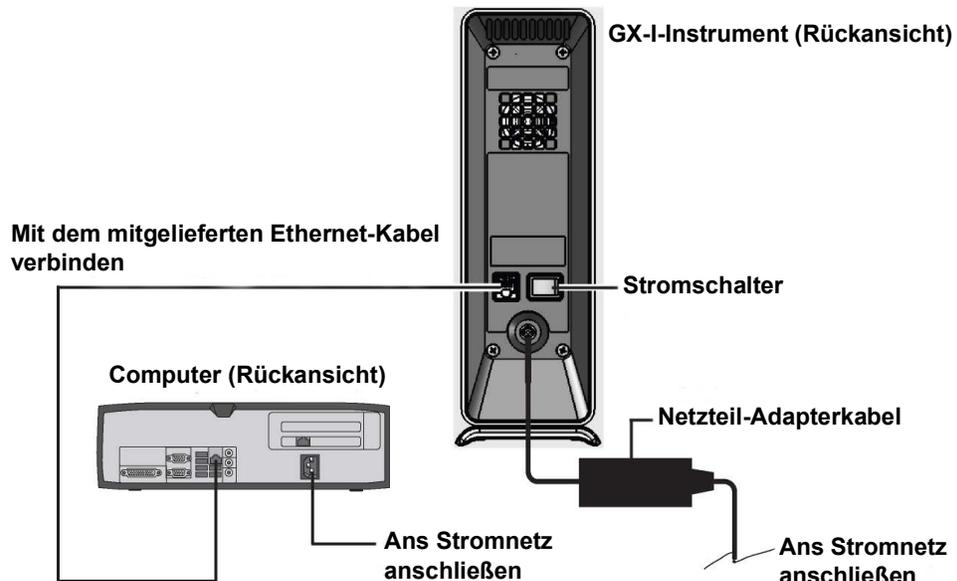
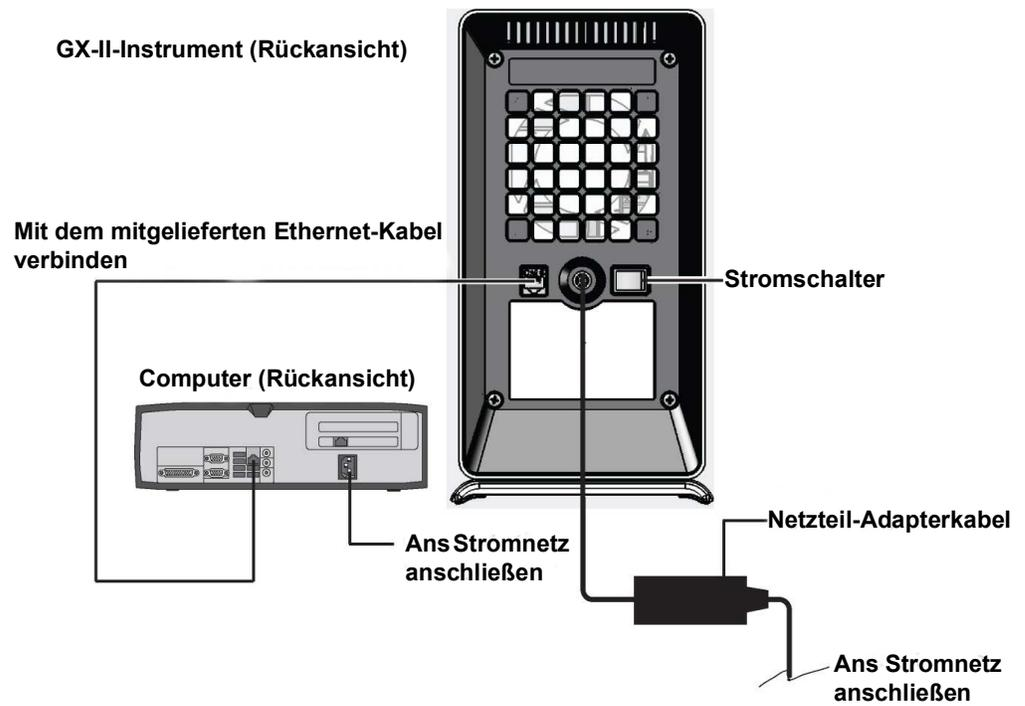
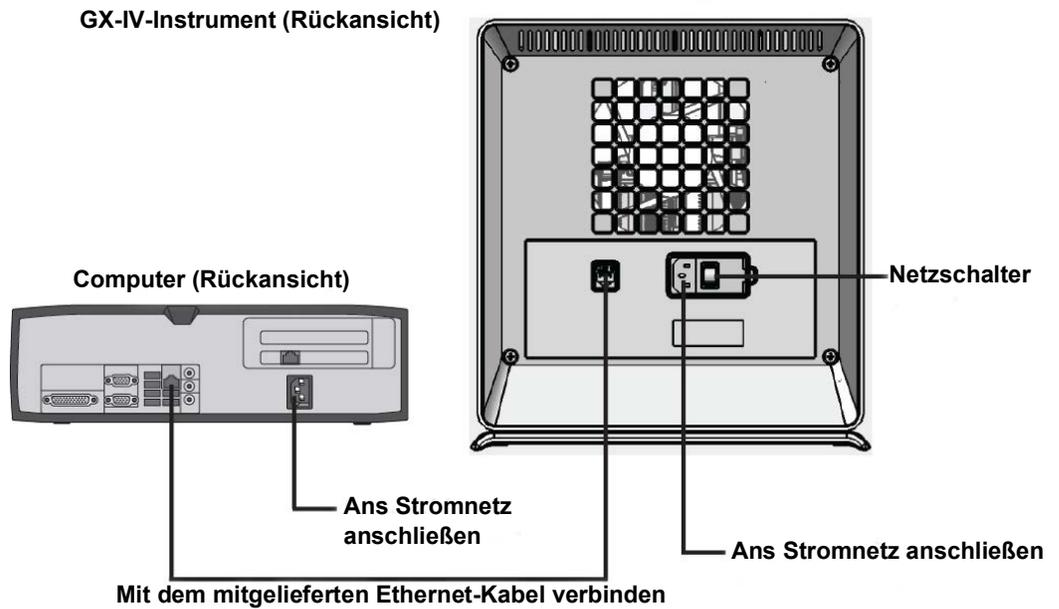

Abbildung 2-1. Anschließen des GX-I-Instruments an den Desktop-Computer
Abbildung 2-2. Anschließen des GX-II-Instruments an den Desktop-Computer
Abbildung 2-3. Anschließen des GX-IV-Instruments an den Desktop-Computer
3. Schließen Sie ein Ende des mitgelieferten Ethernet-Kabels an den Netzwerkanschluss auf der Rückseite des Computers an (je nach GeneXpert-Modell siehe Abbildung 2-1, Abbildung 2-2, Abbildung 2-3 oder Abbildung 2-4 für Systeme mit Desktop-Computer bzw. Abbildung 2-5, Abbildung 2-6, Abbildung 2-7 oder Abbildung 2-8 für Systeme mit Laptop-Computer). Der Anschluss für die Verwendung mit dem GeneXpert-Instrument ist gekennzeichnet.
4. Schließen Sie das andere Ende des Ethernet-Kabels an den Netzwerkanschluss auf der unteren Rückseite des Instruments an (siehe Abbildung 2-1, Abbildung 2-2, Abbildung 2-3 oder Abbildung 2-4 für Systeme mit Desktop-Computer bzw. Abbildung 2-5, Abbildung 2-6, Abbildung 2-7 oder Abbildung 2-8 für Systeme mit Laptop-Computer).